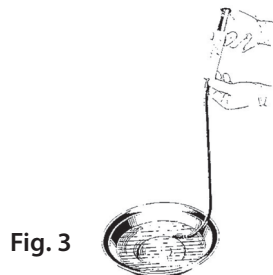

Fig. 3
1. Brug en steril injektionssprøjte til at skylle protesens lumen med 20 ml sterilt fysiologisk saltvand. Fig. 3. Gentag mindst to gange.